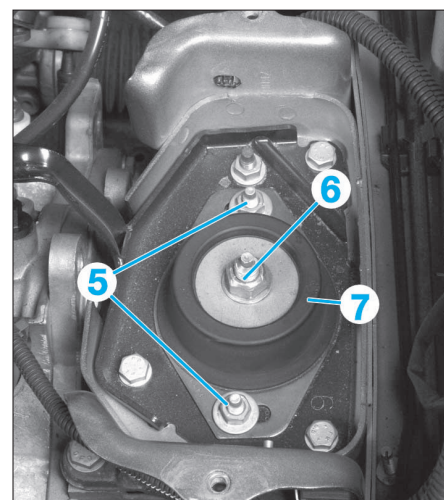

FIG. 59
- Déposer les vis de fixation (5) et (6) du support boîte de vitesses (7) (Fig.59).